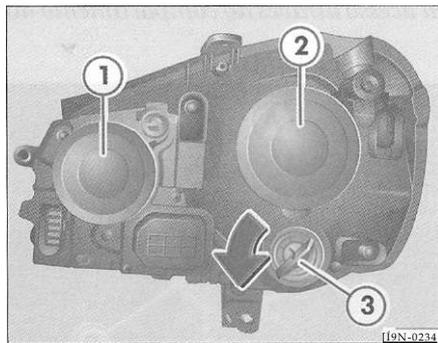

Fig. 124 Vista geral das lâmpadas do farol dianteiro
- Remova a cobertura => fig. 124 Q.